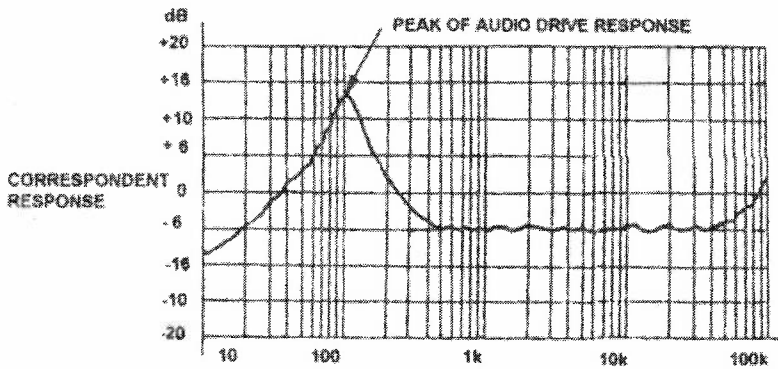

Figura 10
- c) Quando estiver testando o alto-falante, se um pico aparecer na banda de frequência baixa, esse é o ponto harmônico do alto-falante. Como mostra a figura 10. A instalação apropriada produzirá dois pequenos declives em ambas as inclinações do declive maior.